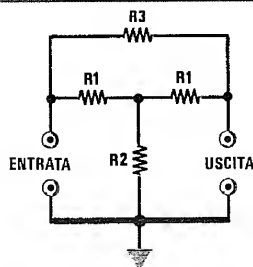

Fig. 3 ATTENUATORE a T pontato
**Esempio** = Vogliamo realizzare un attenuatore a **T pontato** da **3 dB** (vedi fig.3) su un'impedenza caratteristica **Z** di **600 ohm**.